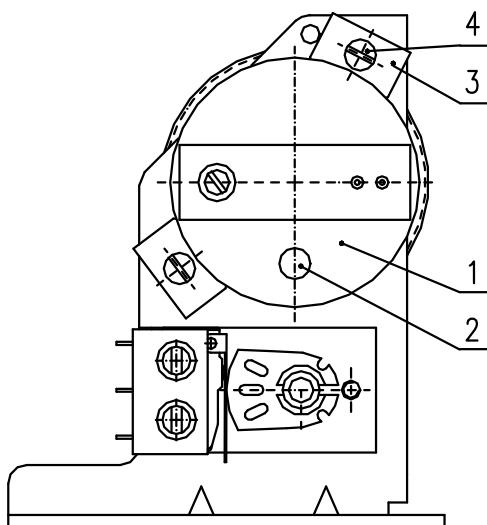

Рис. 8
- подстроить сигнал 4 mA, для осуществления чего нужно после освобождения крепежных винтов накладок датчика (рис.8) врашать датчиком до достижения требуемой величины, т.е. 4 mA +0,2mA; крепежные винты снова подтянуть